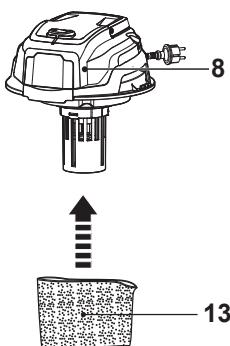
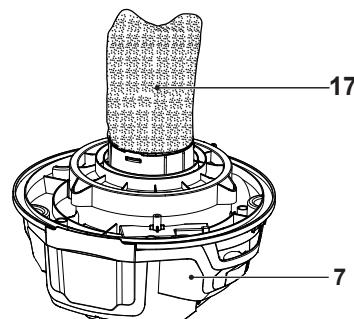

Fig. 8
Fig. 17
**NOTA:** Asegúrese siempre de NO usar el filtro de cartuchos (18) ni la bolsa de polvo (19) cuando aspire en húmedo.
- > Deslice la funda de espuma (17) en la unidad del motor (7) (Fig. 8). Asegúrese de que encaja bien en su posición. Véase la Fig. 17.
Use la funda de espuma (17) al aspirar en húmedo (Fig. 17). Si utiliza el producto sin la funda de espuma (17) puede dañar la unidad del motor.
- > Revise la funda de espuma (17) periódicamente. Sustitúyala por una nueva, si fuera necesario.
- > Lave la funda de espuma (17) con frecuencia, con agua limpia. No espere a que la funda esté totalmente sucia. Le recomendamos que revise la funda cuando el producto no tenga una potencia de succión suficiente.